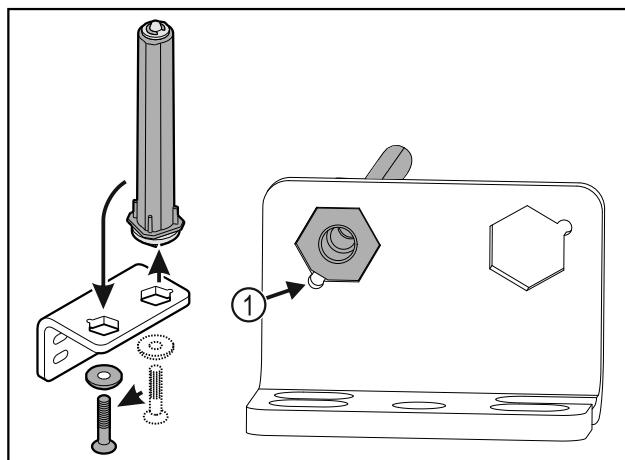

Fig. 33
- Звертати увагу на те, щоб при вставці нахил пальця Fig. 33 (1) показував на круглий отвір.